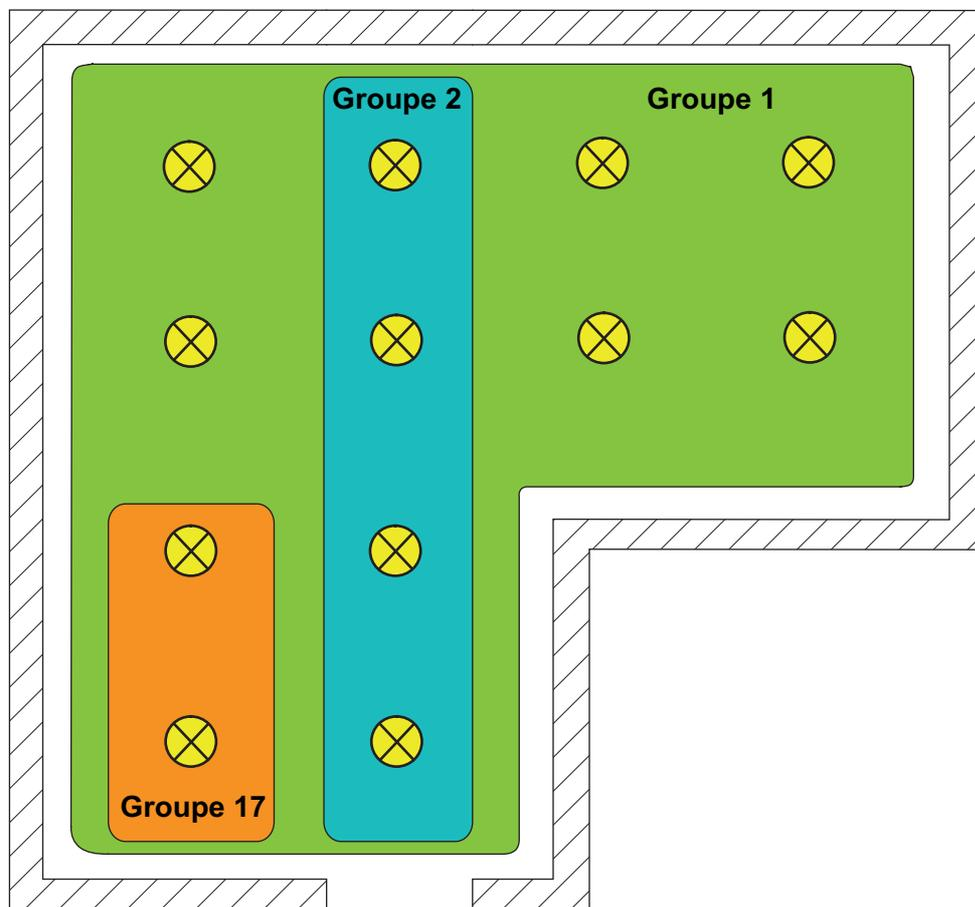

Figure 15: Exemple d'affectation multiple des équipements - Ici : le groupe 1 chevauche le groupe 2 et le groupe 17
- i** Les équipements DALI qui sont affectés à plusieurs groupes se règlent toujours sur le dernier état défini par l'un des groupes affectés. Dans ce cas, la rétrosignalisation de l'état de commutation, de la valeur de luminosité ou de la température de couleur d'un groupe peut ne pas être toujours explicite. Les exemples suivants clarifient ce comportement (figure 15):